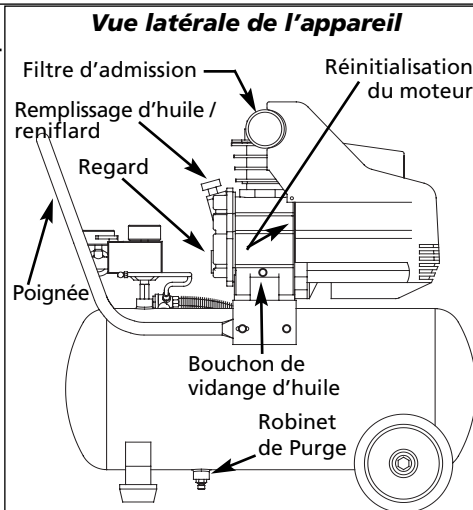

Figure 6 - Identification du modèle
2. Porter des lunettes de sécurité, tirer l'anneau sur la soupape de sûreté (voir les Figures 6 et 8) pour dégager la pression du réservoir du compresseur. Utiliser l'autre main pour éloigner l'air se déplaçant rapidement du visage.
Figures 6 et 8). Éloigner l'air qui s'échappe en protégeant la soupape d'une main tout en tirant de l'autre. Tirer l'anneau jusqu'à ce que le réservoir soit vide.
3. Enlever le bouchon de vidange (voir Figure 6), permettre que l'huile se vide dans le récipient. Incliner le modèle pour le vider complètement.